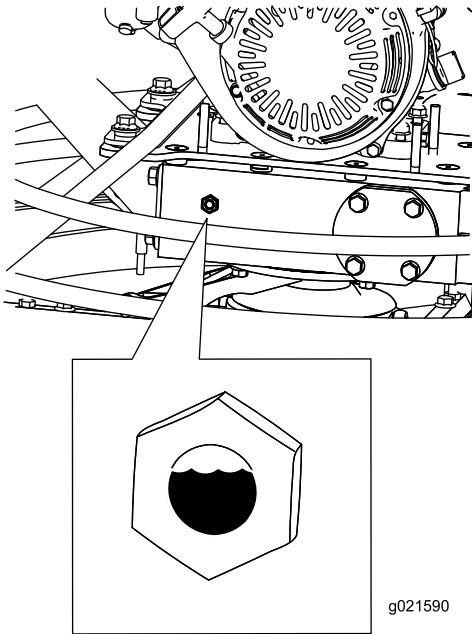

Figure 10
- Observez l'indicateur de niveau dans le bouchon du boîtier d'engrenages (Figure 10). Le niveau d'huile doit se situer au 3/4 de la hauteur de l'indicateur.